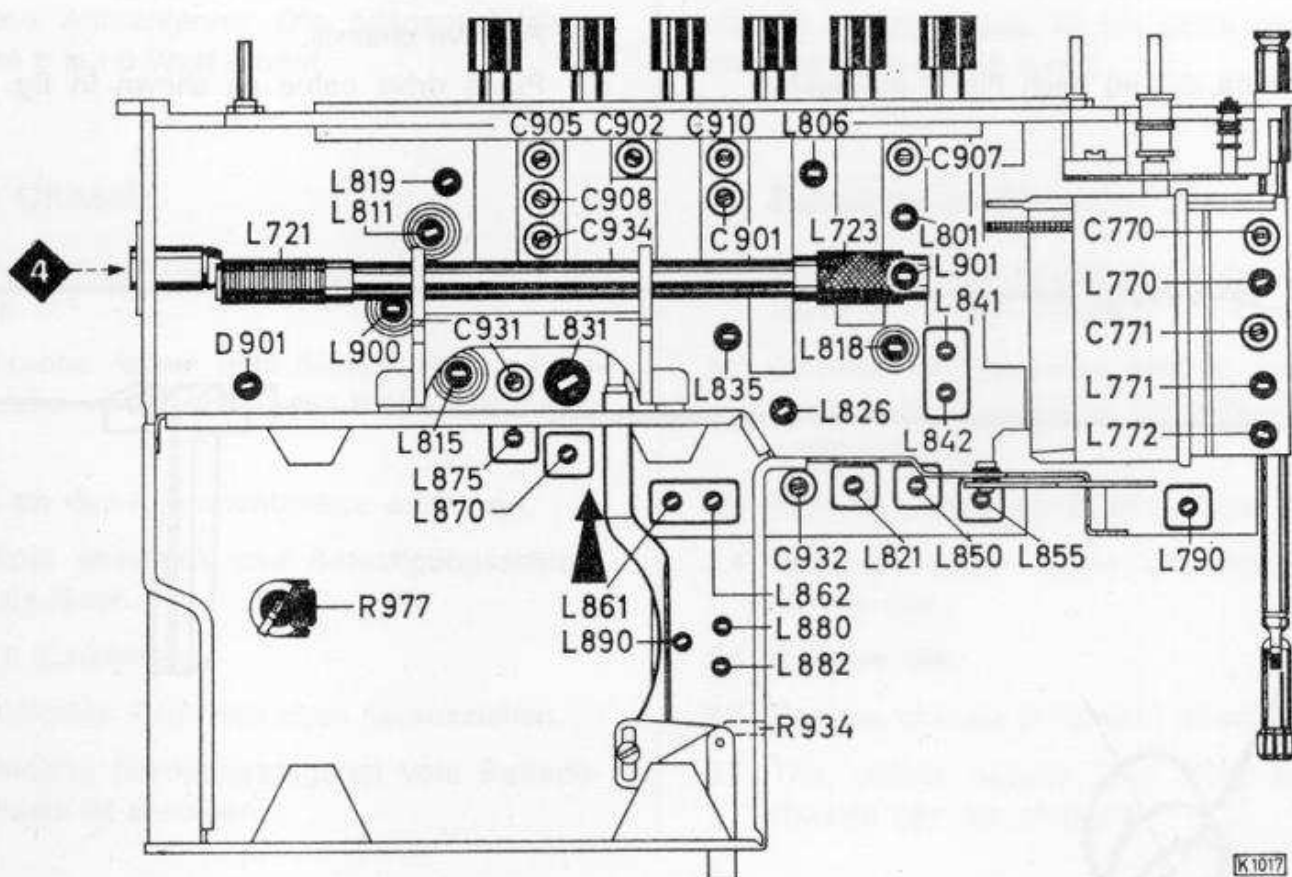

Fig. 3
- 6.5 Den Ruhestrom ca. 1 Minute nach dem Einschalten des Gerätes mit dem Einstellregler R 977 (Fig. 3) auf  $4 \text{ mA} + 20-10\%$  einstellen.
**Achtung!** Beim Abgleich des MW- und LW-Vorkreises auf dem Wellenschalter muß der Umschalter, Fig. 3, in Pfeilrichtung geschaltet sein.
- 6.5 Approx. 1 minute after switching on set, set zero signal current via adjuster R 977 (fig. 3) to  $4 \text{ mA} + 20-10\%$ .
**Attention!** When aligning the MW and LW pre. circ. on the waveband switch the conversion switch, fig. 3, must be switched in direction of the arrow.
5) Ein AM-Signal, 400 Hz, 30 % moduliert, soll eine Ratiospannung von 1,4 V erzeugen. Dann mit R 934 ein Spannungsminimum am Outputmeter einstellen, Fig. 3.
5) An AM signal, 400 Hz, 30 % modulated, must produce a ratio voltage of 1.4 V. Adjust a voltage minimum at the outputmeter by means of R 934, see. fig. 3.